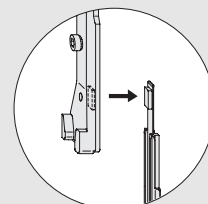

Bild 1
- > **E** Schließzapfen (32) und Exzenterniet (31) nach Ansicht (siehe Seite 2) montieren.
- > **A** Schieber (Seite 2: 29) mit Schubstange S4 und Eckumlenkung VSU/BSO (30) senkrecht an der BSO einschieben.
- B** Schließer TBT (15), Schere LM 4200 (14), Schubstange S3, waagrecht an der VSO einschieben.
- > **C** Schließer TBT (15), Schere LM 4200 (14) und Schubstange S3, Kupplungsglasche (35) und Schließplatte (33) waagrecht an der VSO einschieben.
- > **D** Schließer TBT (15) mit Eckumlenkung VSU/BSO (30) kuppeln. Auf korrekte Positionierung des Kupplungsstückes der Eckumlenkung VSU/BSO (30) achten.
- E** Winkelbandlager (10) und Schere LM 4200 (14) mit Senkschraube M5 x 7,5 (11) verschrauben (Drehmoment $2,5 \pm 0,25$ Nm).
- F** Schere LM 4200 (14) nach Angaben auf Seite 4 positionieren und mit Stanzschrauben befestigen.
- > **G** Schieber (29) mit Schubstange S5 und Eckumlenkung VSU/BSO (30) waagrecht an der VSU einschieben.
- H** Kippriegel TBT (23), Schubstange S1, Kupplungsglasche (20-21), Schubstange S2 und Eckumlenkung VSO (16-17) senkrecht an der VSO einschieben.
- > **I** Eckumlenkung VSU/BSO (30) mit Kippriegel TBT (23) kuppeln. Auf korrekte Positionierung des Kupplungsstückes der Eckumlenkung VSU/BSO (30) achten (Bild 1).
- K** Auflaufbock (26) montieren (entfällt bei MV an der VSU).
- Nur bei FBS-G* **L** Hebel Si-line LM abschließbar/TBT (1) in Drehstellung schalten. Fehlbefehlsperre LM (19) am Hebel Si-line LM abschließbar/TBT (1) mit Zylinderschrauben M5x12 (22) anschrauben (Drehmoment $2,5 \pm 0,25$ Nm).
- L** Hebel Si-line LM abschließbar/TBT (1) in Drehstellung schalten und mit Zylinderschrauben M5x12 (22) anschrauben (Drehmoment $2,5 \pm 0,25$ Nm). Einschluß des Hebelmitnehmer in Kupplungsglasche (20-21) beachten.
- M** Ecklagerbolzen (2) in Eckband (5) DIN rechts oder DIN links eindrücken.
- N** Eckband (5) und Klemmstück E (6) mit Senkschrauben M5 x 8,5 (4) verschrauben (Drehmoment $2,5 \pm 0,25$ Nm).